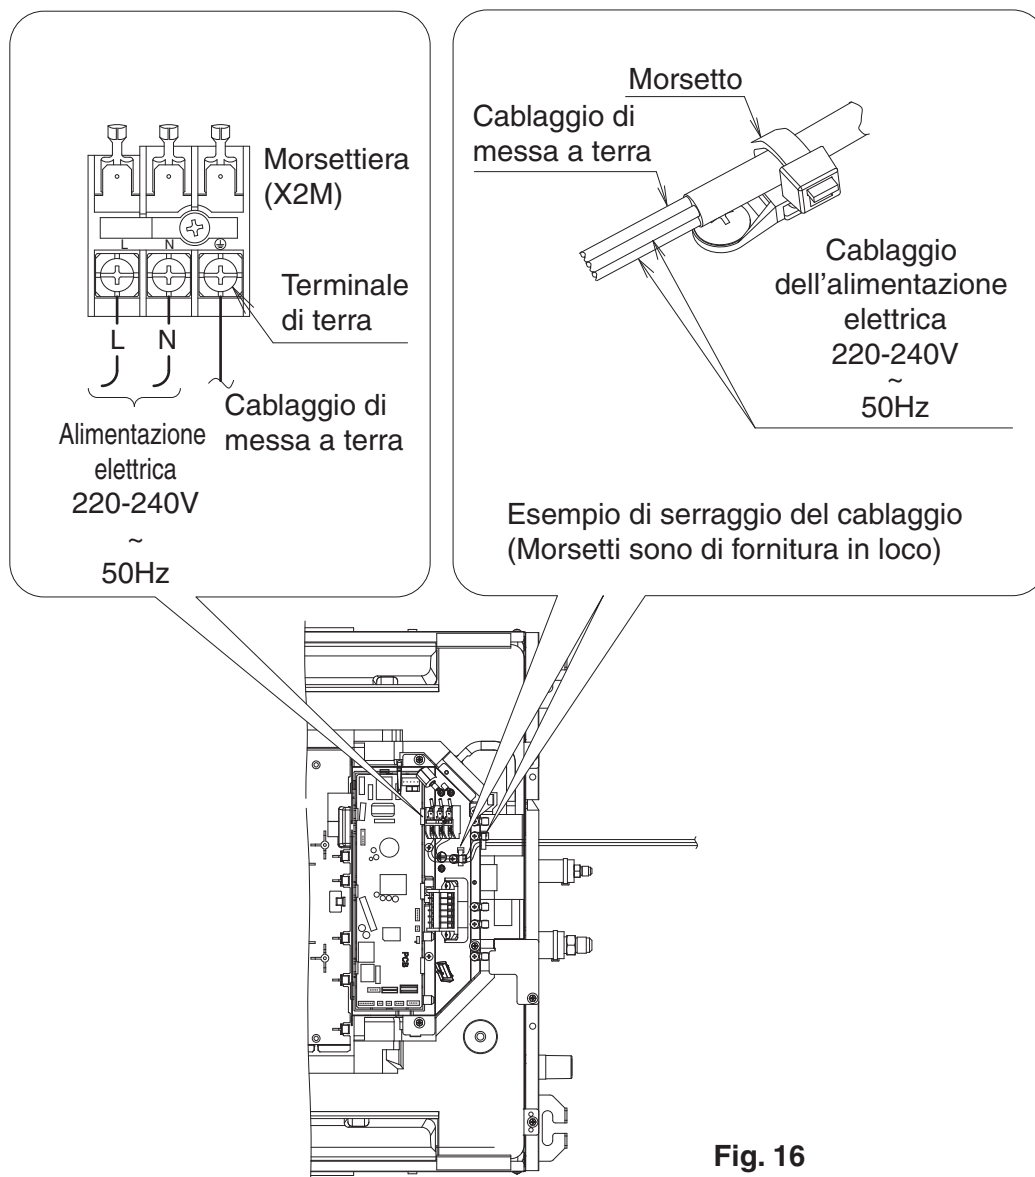

Fig. 16
Collegare il cablaggio di messa a terra al terminale di terra. **(Fare riferimento alla Fig. 16)**
- Bloccare saldamente il cablaggio di alimentazione al fine di evitare che il collegamento elettrico si sottoponga a tensioni meccaniche. **(es. Fig. 16)**